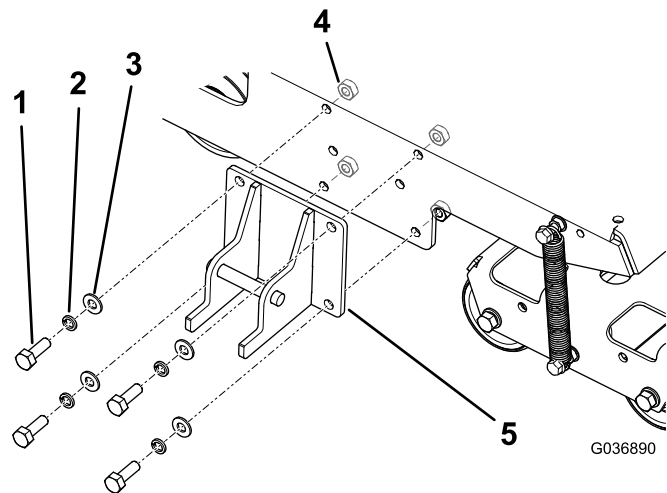

図 4
- 図4のように、機体のフレームにロックブラケットを取り付ける。